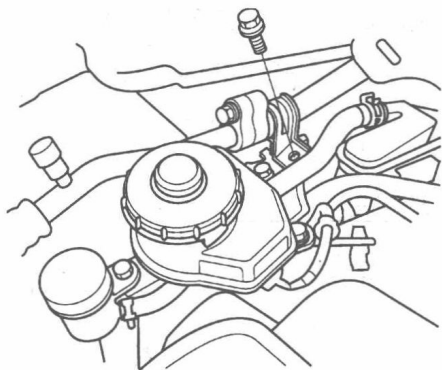

图 1-1-3
- (8) 拆下曲轴带轮。
- (9) 拆下传动带自动张紧器。
- (10) 拆下空调管路托架安装螺栓，如图 1-1-3 所示。